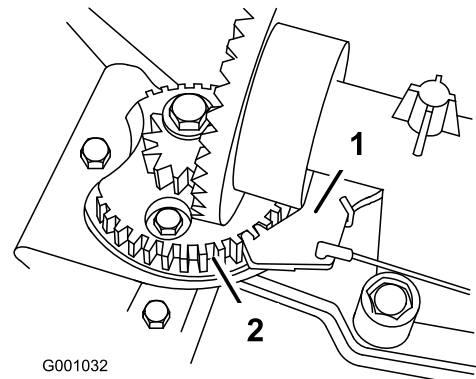
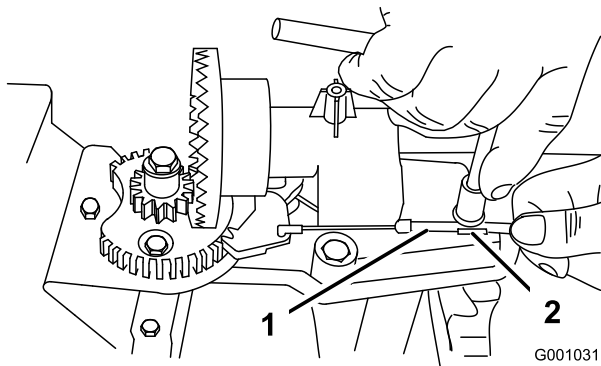

Figure 61
Figure 60
**Remarque:** Le cliquet est rappelé par ressort et s'engage naturellement dans les dents du secteur (Figure 61).
2. Desserrez le boulon du serre-câble (Figure 60).
3. Saisissez la gaine du câble et déplacez-la vers l'avant de la machine jusqu'à ce que le cliquet de verrouillage de l'éjecteur s'engage complètement dans les dents du secteur (Figure 60 et Figure 61).